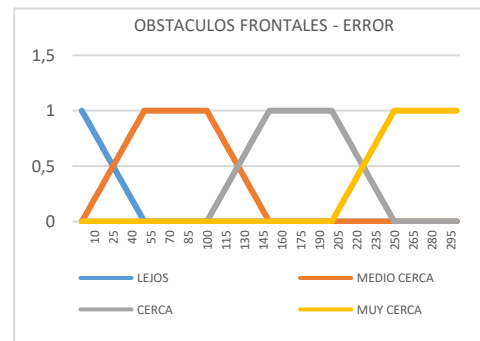

Figura 2 Conjuntos Difusos error
**Obstáculos frontales (error):** representa el nivel de obstáculos en la parte frontal del robot Tiago, estos datos son suministrados por los sensores s0, s1, s14, s15. El dato entregado al controlador será:  $x1 = \max(s0, s1, s13, s14)$  donde sus conjuntos difusos están representados en la figura 2.